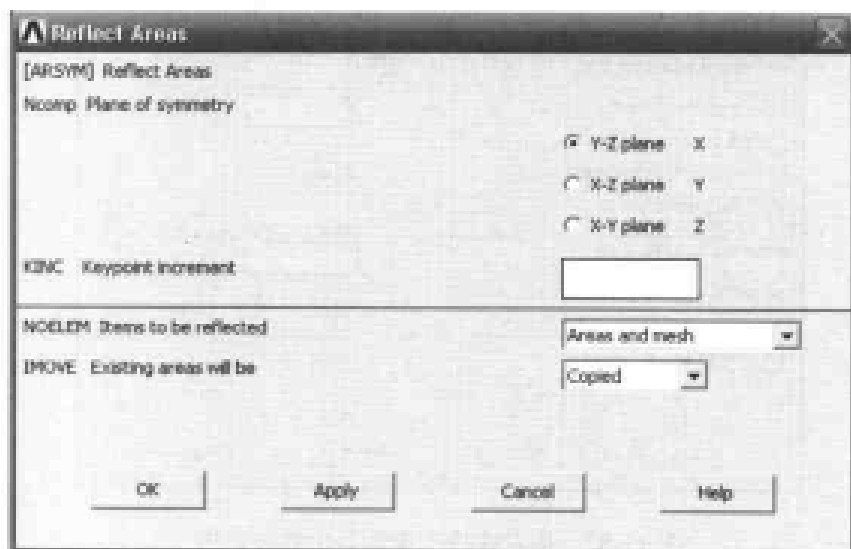

图 11-38 映射面对话框
(7) 选择 Main Menu | Preprocessor | Meshing | Size Cntrls | MannualSize | Lines | Picked Lines 命令, 出现 Element Size on 菜单, 在文本框中输入 1, 3, 单击 OK 按钮, 出现 Element Size on Picked Lines 对话框, 在 NDIV No. of element divisions 文本框中输入 10, 单击 OK 按钮关闭该对话框。
(8) 选择 Main Menu | Preprocessor | Meshing | Size Cntrls | MannualSize | Lines | Picked Lines 命令, 出现 Element Size on 菜单, 在文本框中输入 6, 8, 单击 OK 按钮, 出现 Element Size on Picked Lines 对话框, 在 NDIV No. of element divisions 文本框中输入 6, 单击 OK 按钮关闭该对话框。
(9) 选择 Main Menu | Preprocessor | Meshing | Size Cntrls | MannualSize | Lines | Picked Lines 命令, 出现 Element Size on 菜单, 在文本框中输入 5, 7, 单击 OK 按钮, 出现 Element Size on Picked Lines 对话框, 在 NDIV No. of element divisions 文本框中输入 30, 单击 OK 按钮关闭该对话框。
(10) 选择 Main Menu | Preprocessor | Meshing | MeshTool 命令, 出现 MeshTool 对话框, 在 Mesh 下拉列表框中选择 Areas 选项, 在 Shape 选项组中选中 Quad 和 Mapped 单选按钮, 单击 Mesh 按钮, 出现 Mesh Areas 菜单, 在文本框中输入 1, 单击 OK 按钮关闭该菜单。
(11) 选择 Main Menu | Preprocessor | Meshing | Mesh Attributes 命令, 出现 Meshing Attributes 对话框, 在 [MAT] Materail number 下拉列表框中选择 2, 其余选项采用默认设置, 单击 OK 按钮关闭该对话框。
(12) 选择 Main Menu | Preprocessor | Meshing | MeshTool 命令, 出现 MeshTool 对话框, 单击 Mesh 按钮, 出现 Mesh Areas 菜单, 在文本框中输入 2, 单击 OK 按钮关闭该菜单。
(13) 单击 MeshTool 对话框上的 Close 按钮关闭该对话框。
(14) 选择 Main Menu | Preprocessor | Modeling | Reflect | Areas 命令, 出现 Reflect Areas 菜单, 单击 Pick All 按钮, 出现 Reflect Areas 对话框, 在 Ncomp Plane of symmetry 选项组中选 Y-Z plane X 单选按钮, 在 NOELEM Items to be reflected 下拉列表框中选择 Areas and mesh 选项, 在 IMOVE Existing areas will be 下拉列表框中选择 Copied 选项, 如图 11-38 所示, 单击 OK 按钮关闭该对话框。